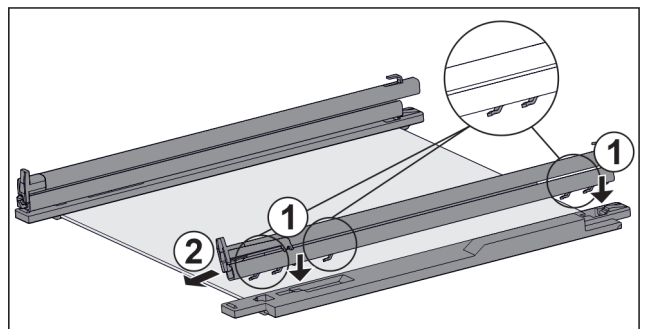

Fig. 121 Glasplaat met rails en vasthouddelen
- ▶ Haken van de rail op de openingen van het **linker** vasthouddeel plaatsen. *Fig. 121 (1)*
- ▶ Rail naar voren trekken. *Fig. 121 (2)*
- ▶ Haken van de rail op de openingen van het **rechter** vasthouddeel plaatsen. *Fig. 121 (1)*